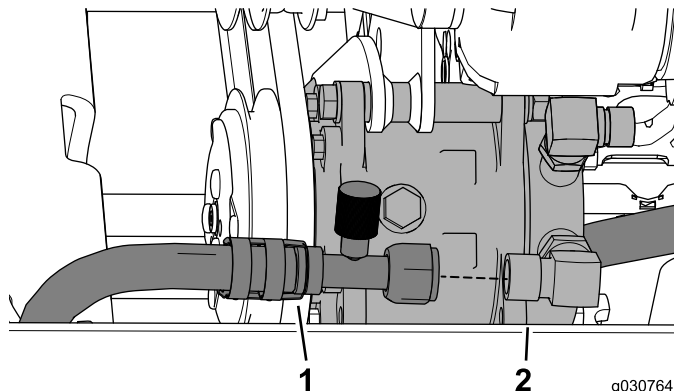

Рисунок 42
1. Подсоедините шланг низкого давления системы кондиционирования воздуха (7/8 дюйма) от кабины в сборе к прямоугольному штуцеру (7/8 дюйма), как показано на Рисунок 42.